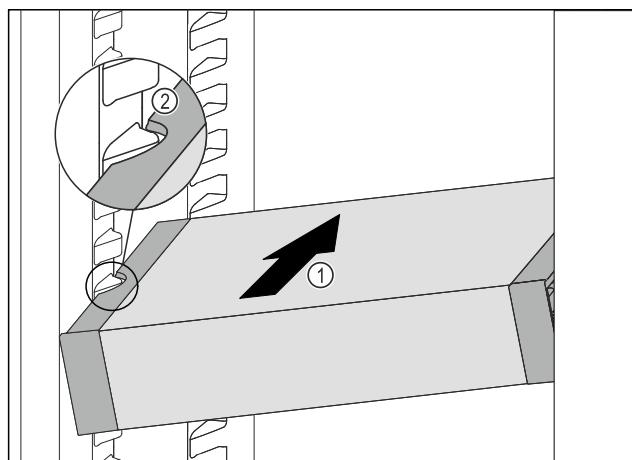

Fig. 82
- Вставити висувний ящик VarioSafe під кутом в охолоджувальне відділення Fig. 82 (1), допоки бокові поглиблення Fig. 82 (2) VarioSafe не будуть розташованіся на рівні ребра для ємності в охолоджувальному відділенні.